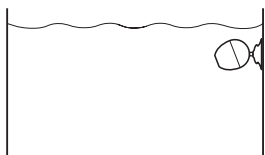

Figura 1
- Fije el dispositivo lumínico al vidrio interior del acuarios. (Vea la figura 1).